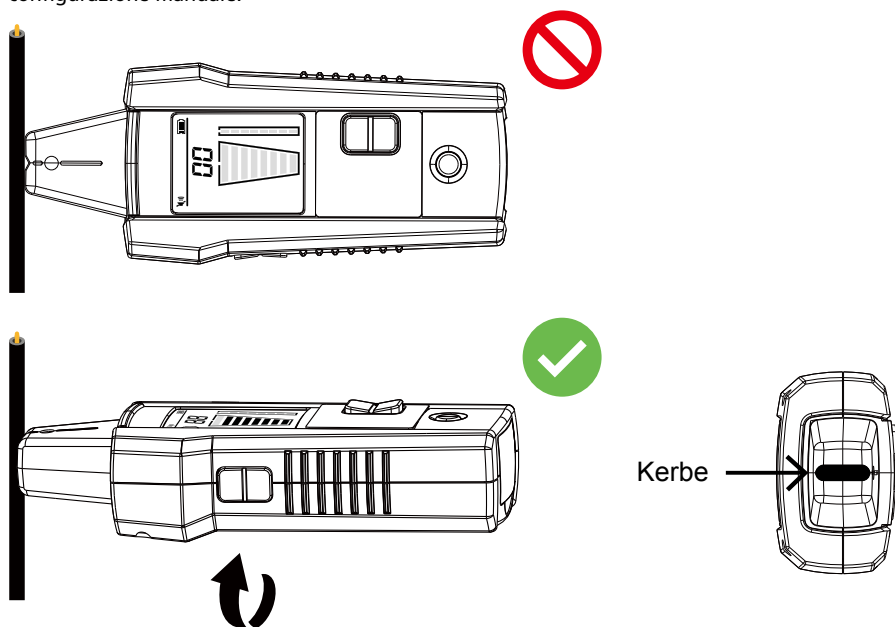

Figura 3.1e: Allineare la scanalatura del sensore della punta
3. Per ottenere i risultati migliori durante il rilevamento dei cavi sotto tensione, allineare la scanalatura sul sensore della punta con la direzione del cavo come mostrato in Figura 3.1e. Il segnale potrebbe non essere rilevato se non è allineato correttamente. Per verificare la direzione del cavo, ruotare periodicamente il ricevitore di 90 gradi. L'intensità del segnale sarà al massimo quando il cavo è allineato con la scanalatura del sensore della punta.